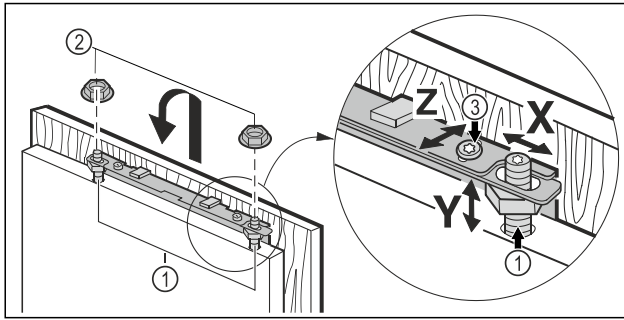

Fig. 46
- Окачете вратата на шкафа на настройващите болтове Fig. 46 (1) и хлабаво завийте контрагайките Fig. 46 (2) на настройващите болтове.
- Регулиране вратата на шкафа по височина Y и по страничен наклон: Регулирайте настройващите болтове Fig. 46 (1) с отвертка.
- Затегнете контрагайката Fig. 46 (3).